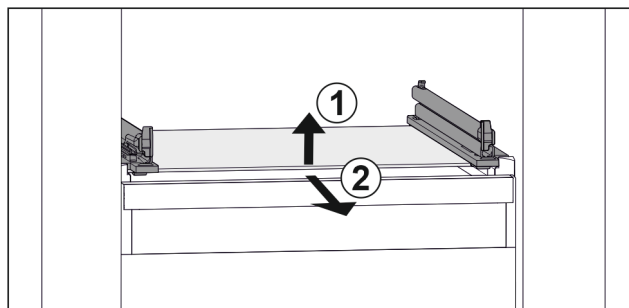

Fig. 166 Приблизне відображення скляної пластини
- Підняти скляну пластину спереду. Fig. 166 (1)
- Вийняти скляну пластину рухом вперед. Fig. 166 (2)